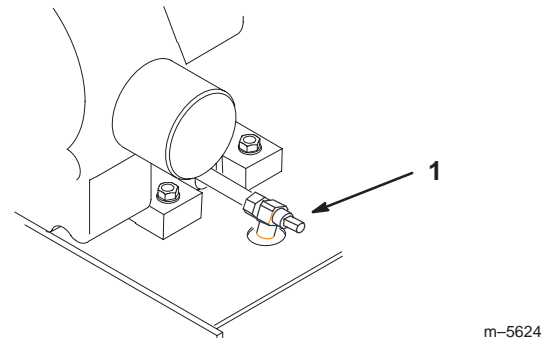

Figure 32
3. Placez un bac de vidange sous l'orifice de vidange. Tournez le robinet de vidange d'huile pour permettre à l'huile de s'écouler (Fig. 32).